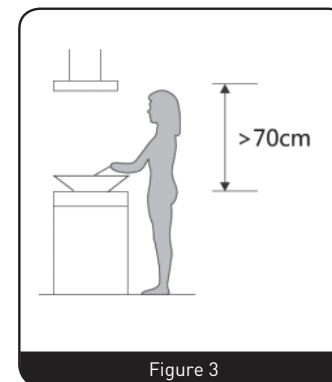

Figure 3
- C. La hotte aspirante doit être placée à une distance de 70 cm au-dessus du plan de cuisson pour une efficacité optimale. (Figure 3)